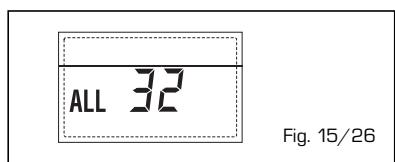

Fig. 15/26
- ANOMALIA COMUNICAZIONE SCHEDINO RS-485 IN MODALITA' MODBUS "ALL 33" [fig. 15/27]